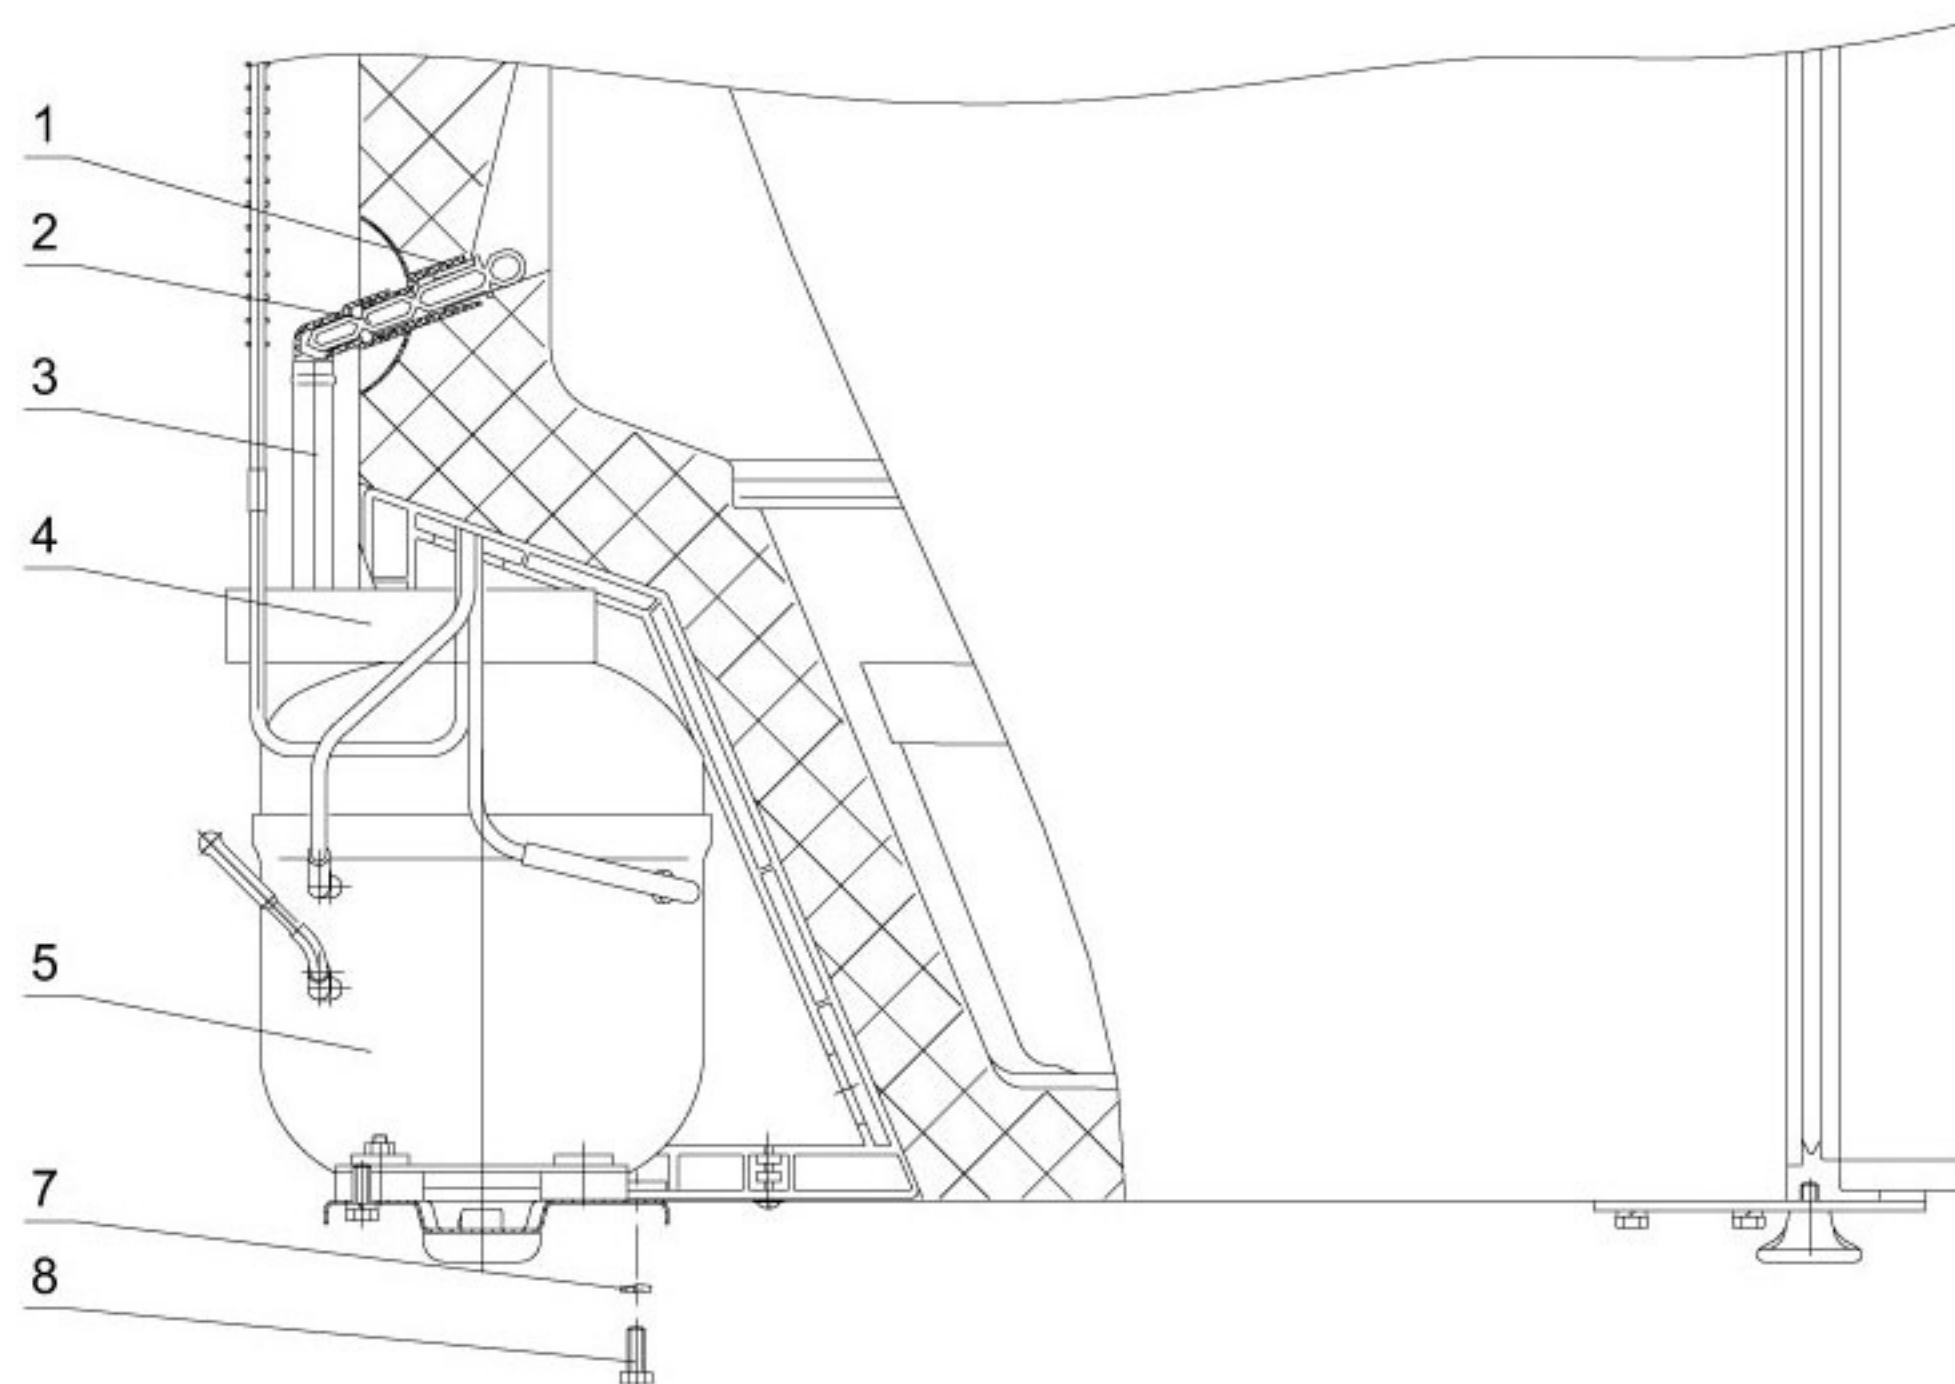

Рисунок 4 - Схема отвода талой воды из ХК двухкамерного холодильника.
7.1 В двухкамерных холодильниках предусмотрено автоматическое удаление снегового покрова с задней стенки ХК. Это означает, что каждый раз в период остановки компрессора задняя стенка покрывается каплями воды, которые стекают в отверстие 1 (рисунок 4) на отформованном сливе на задней стенке ХК, и по водоотводу 3 попадают в сосуд талой воды 4, расположенной на корпусе компрессора 5, где жидкость испаряется за счет тепла от компрессора и окружающей среды. Такое периодическое оттаивание снегового покрова в ХК является обязательным и служит подтверждением нормального функционирования холодильного прибора. В отверстии 1 должен постоянно находиться ершик 2 для предотвращения засорения.